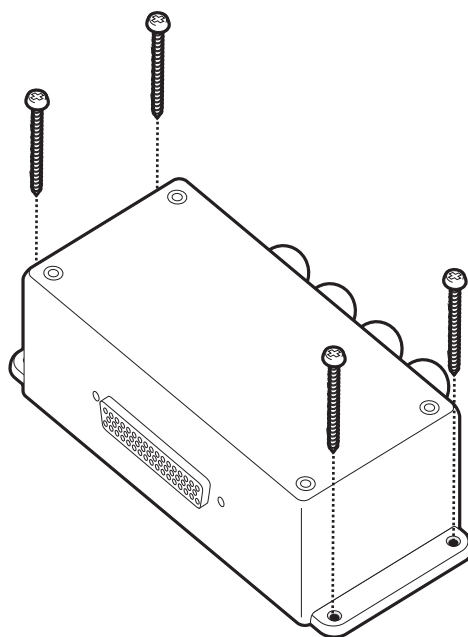

Рис. 38 Установка клеммной коробки
- Приемопередатчик поставляется в комплекте с четырьмя самонарезными винтами для крепления клеммной коробки к подходящей поверхности. Рекомендации содержатся на Рис. 38.